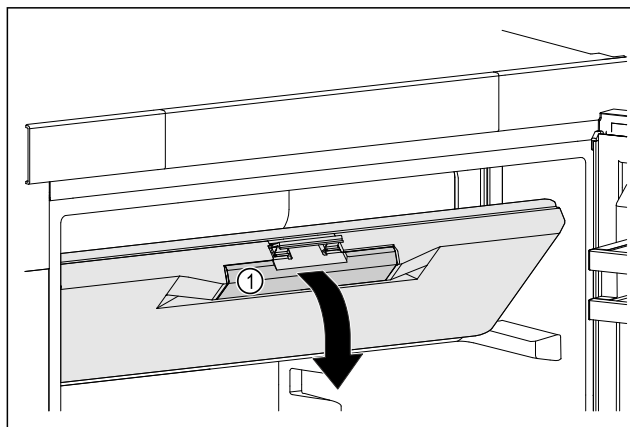

Fig. 41
- Uchopte dvere mraziaceho priestoru za priehľbeň pre rukoväť Fig. 41 (1).